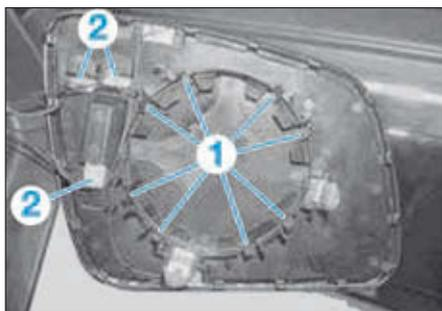

FIG. 48
Ne pas endommager les agrafes de verrouillage (1) (Fig.48).
- Débrancher les connecteurs (2).